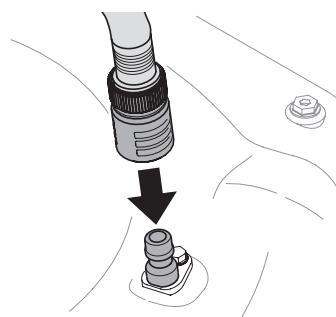

Figura 13
- Una la manguera con el pico de lavado al puerto de agua que se encuentra en la superficie de la plataforma. Consulte la Figura 13.